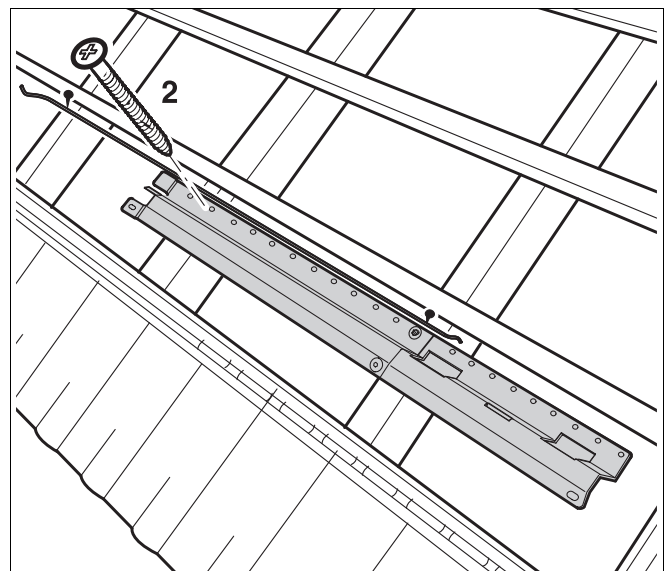

Abb. 14 Z-Profil an Schnur ausrichten
- Das ausgerichtete Z-Profilstück am zweiten Dachsparren mit einer Holzschraube (2) verschrauben (Abb. 14).